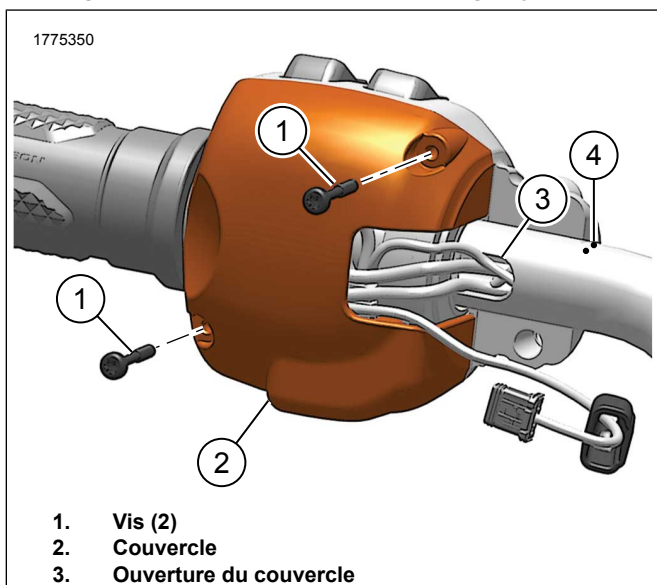
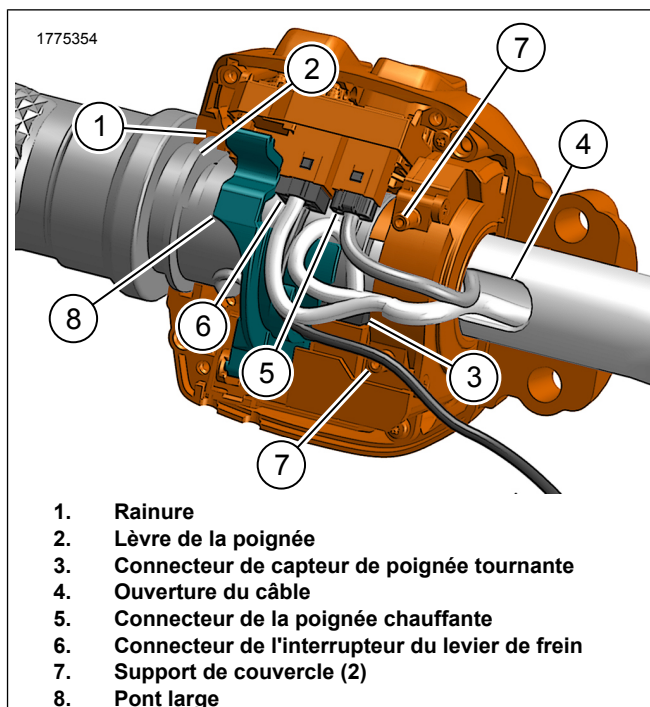
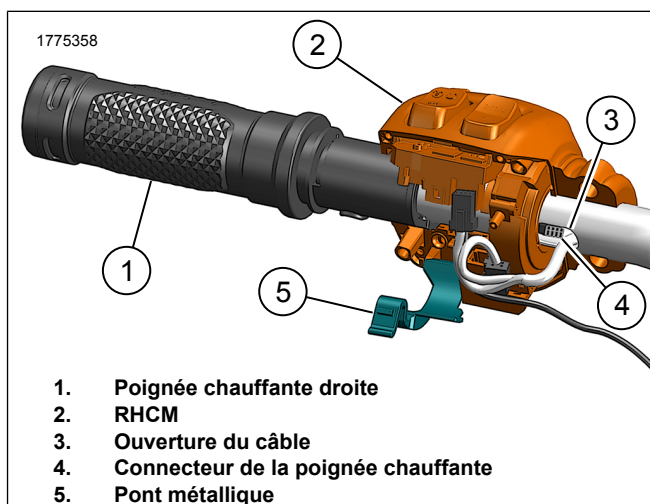

Figure 9. Couvercle RHCM
Figure 10. Connexions RHCM
Figure 11. Retrait/installation de la poignée droite
2. Figure 9 Retirer le couvercle de RHCM .
- a. Enlevez les vis (1).
- b. Enlevez le capot (2).
3. Figure 10 Déconnecter les connecteurs.
- a. Déconnecter le connecteur (6) de l'interrupteur du levier de frein.
- b. Déconnecter le connecteur (5) de la poignée chauffante.
- c. Déconnecter le connecteur (3) du capteur de poignée tournante.
4. Figure 11 Retirer la poignée chauffante droite.
- a. Ouvrir le pont métallique (5).
- b. Retirer la poignée (1) tout en faisant passer le connecteur de la poignée (4) par l'ouverture du câble (3).
- c. Retirer la poignée (1).
5. Retirer RHCM (2).
1. Figure 11 Installer la poignée chauffante droite.
- a. Faire passer le câble de la poignée par le guidon tout en guidant la poignée droite (1).
- b. Tirer le connecteur de la poignée (4) par l'ouverture du câble (3).
- c. Figure 10 Installer la lèvre (2) de la poignée dans la rainure (1) sur RHCM .
- d. Fermer le pont métallique (8).
2. Installer RHCM (2) sur le guidon.
3. Figure 10 Connecter les connecteurs.
- a. Connecter le connecteur du capteur de poignée tournante (3).
- b. Connecter le connecteur (6) de l'interrupteur du levier de frein.
- c. Connecter le connecteur de la poignée chauffante (5).
- a. Figure 10 Vérifier que les câbles sont placés entre les supports du couvercle (7).
- b. Figure 9 Faire passer les câbles par l'ouverture du couvercle (3).
- c. Installez le capot (2).
- d. Installez les vis (1). Serrer.
Cette arête doit être pré-installée dans la rainure RHCM à cet endroit lorsqu'elle est glissée sur le guidon comme indiqué dans Figure 10.